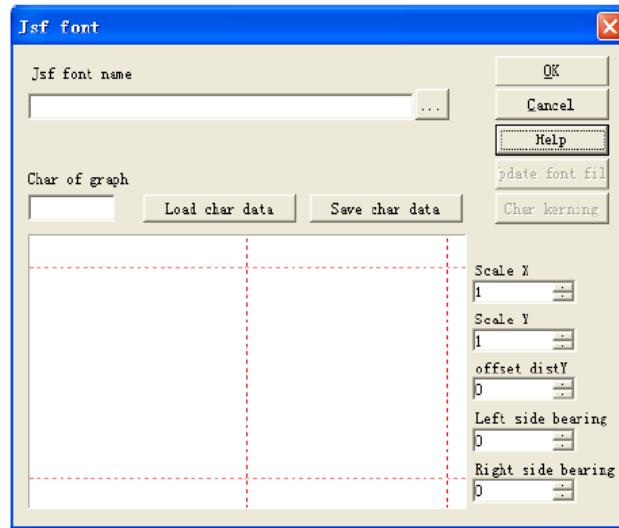

Рис. 5-17 JSF font
При нажатии на функцию JSF font система отобразит диалоговое окно, показанное на Рис. 5-17.
1. Нажать на «JSF fonts» в меню «Modify». Отобразится диалоговое окно шрифтов JSF, показанное на Рис. 5-17. -> Нажать ..., открыть диалоговое окно для нахождения пути: SIC-LASER PC\font -> Осуществить ввод «EZCAD0521» -> Нажать на кнопку.